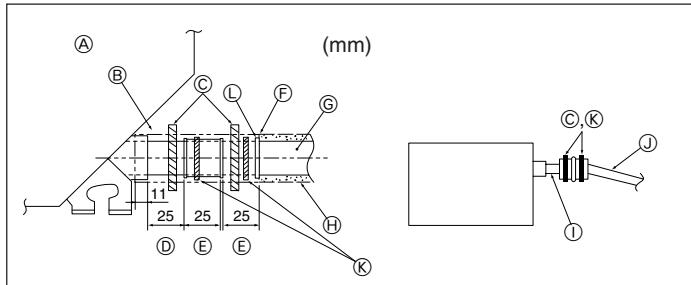

Fig. 6-2
- Συνδέστε τον ακρούνδεσμο αποχέτευσης (που παρέχεται μαζί με τη μονάδα) στο άνοιγμα αποστράγγισης. (Fig. 6-2) (Προσαρμόστε τον σωλήνα χρησιμοποιώντας αυτοκόλλητο PVC και ασφαλίστε το με την ταινία.)